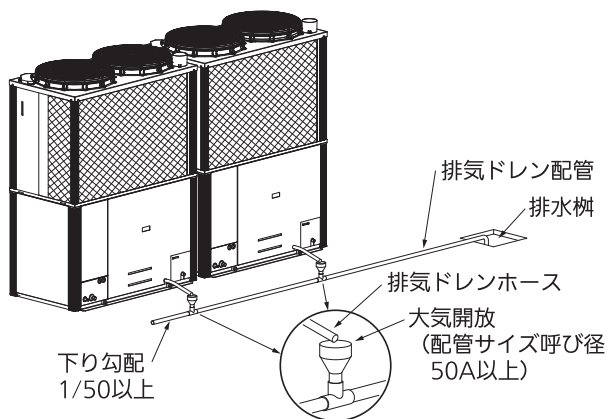

図 12：排気ドレンを排水桝に接続する場合
- 室外ユニットの排気ドレンをふたのある排水桝、溝等に接続する場合や、同一箇所に排出する場合は、図 12 のように排気ドレン中の排気ガスを大気に放出する配管仕様にする（受側配管の口径は、呼び径 50A 以上とする）
- ドレン配管は 1/50 以上の下り勾配とし、口径を縮管しないでください（図 12、13）。また、配管の途中にトラップや山越えを作らないようにしてください。